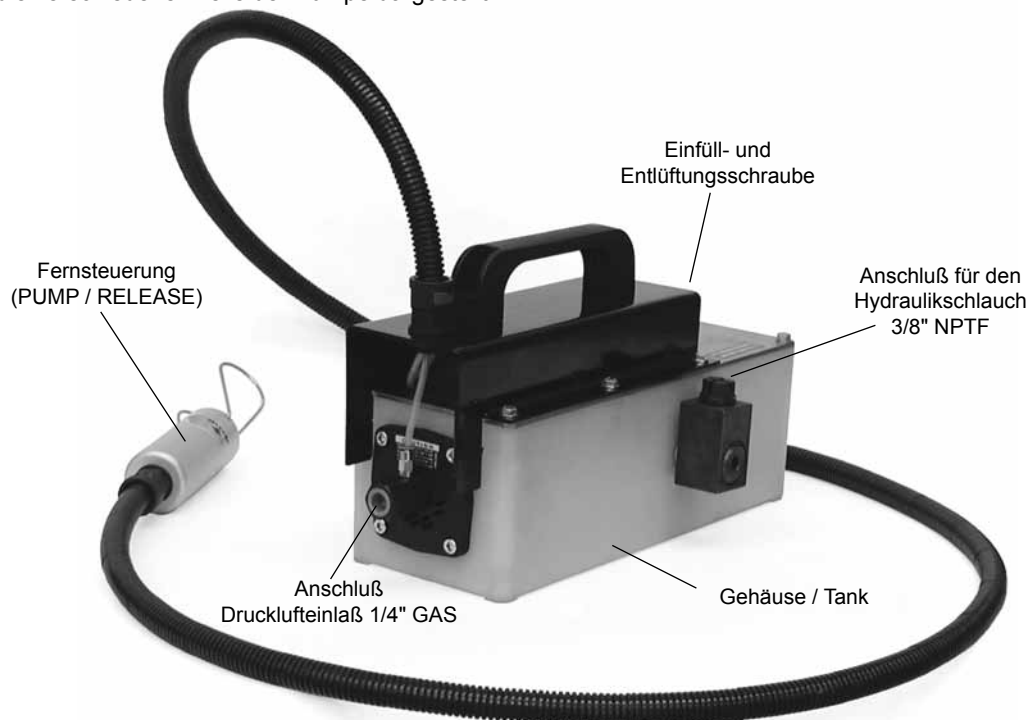

Abb.7
Auf Abb. 7 sind die verschiedenen Teile der Pumpe dargestellt.
- Den druckseitigen Hydraulikschlauch (Abb. 7, Seite 26) anschließen. Am Schlauch muß ein Anschluß vom Typ 3/8" NPTF angebracht werden, um den zuvor ein Teflonband gewickelt wurde.
- Schrauben Sie an den Drucklufteinlaufanschluß (Abb.7, S.26) eine der Anlage entsprechenden Schnellkupplungen (Gewinde 1/4" GAS), und umwickeln Sie das Gewinde sorgfältig mit Teflonstreifen.